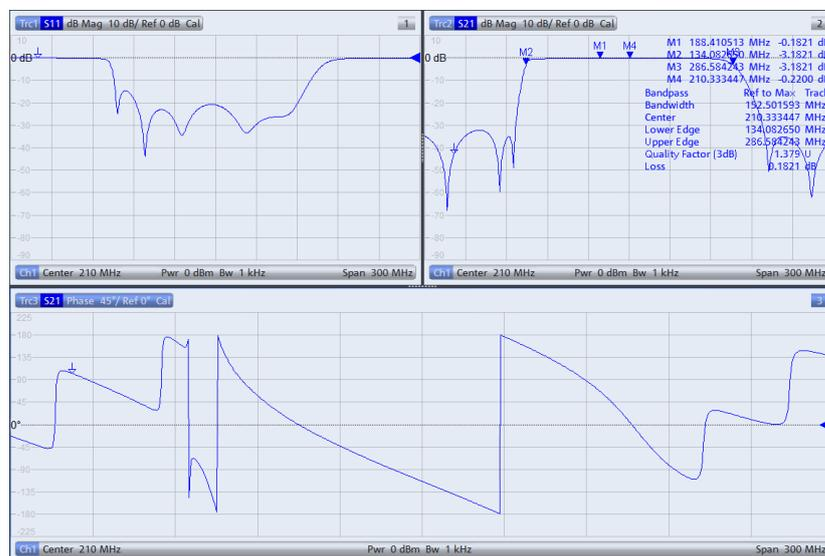

Bild 5-12: Anzeige aller wichtigen Filterparameter im Split Screen
- Zur Darstellung aller drei Messgrößen (Reflexion, Transmission und Phase) in getrennten Diagrammen (Bild 5-12) die Taste *DISPLAY* drücken und *Splitt All* auswählen.